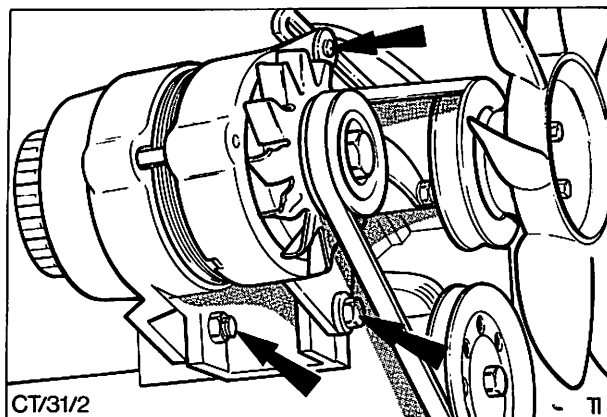

Abb. 5 Befestigung – Drehstromlichtmaschine
1. Klemmschraube der Lichtmaschinen-Verstellasche sowie Lichtmaschinen-Befestigungsschrauben lösen. Abb. 5.